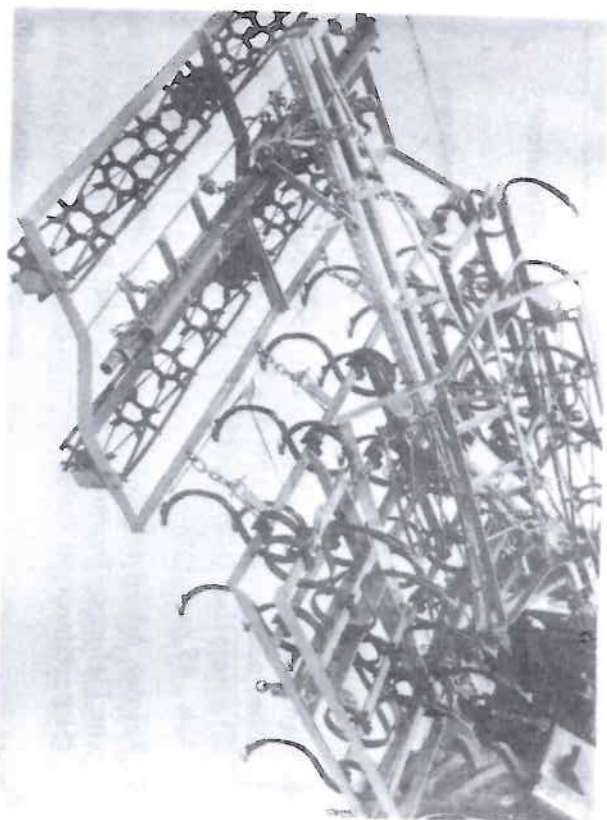

Abb. 56 Transportstellung Federzahnegge + Krümler bei 3,30 m Arbeitsbreite
1. Ein Krümlerfeld abhängen, auf die Federzahnegge stellen, gegen den großen Ausleger lehnen und mit der dafür vorgesehenen Kette festhängen (Abb. 56).